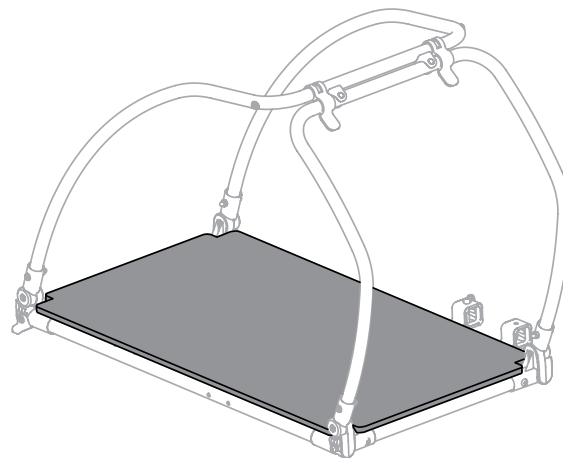

Figure 14A
1. Vous pouvez ôter le fond de la remorque afin de le nettoyer. (Figures 14A et 14B)